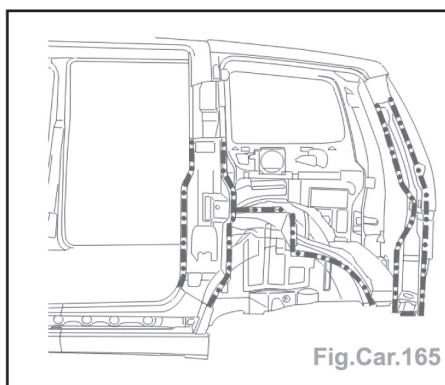

Fig.Car.165
- Préparer les bords d'accostage et les protéger par un apprêt soudable (Fig.Car.165).